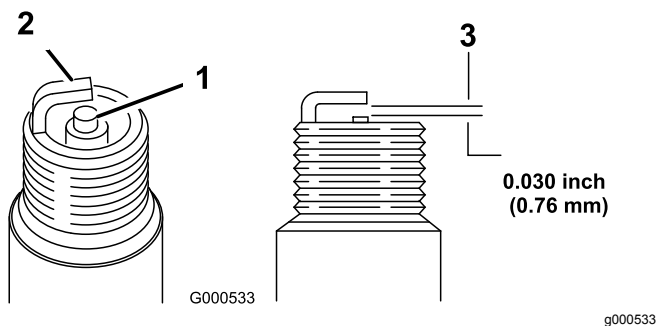

Bild 21
5. Stellen Sie den Abstand an der neuen Zündkerze auf 0,76 mm ein, wie in Bild 21 abgebildet.